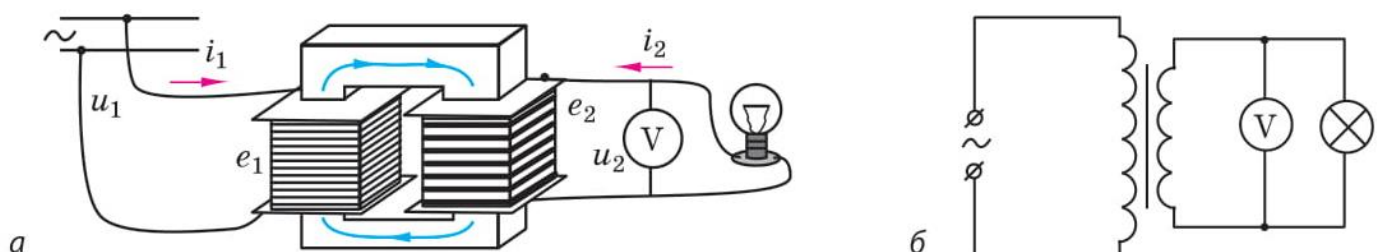

Рис. 21.3. Робота навантаженого трансформатора: а — схема установки; б — електрична схема
Якщо вторинну обмотку трансформатора замкнути на навантаження, то в ній виникне електричний струм (рис. 21.3). Цей струм спричинить зменшення магнітного потоку в осерді і, як наслідок, зменшення ЕРС самоіндукції в первинній обмотці. У результаті сила струму в первинній
- На рис. 21.3 зображено лампу, приєднану через трансформатор до мережі змінного струму. Який це трансформатор — підвищувальний чи знижувальний? Чому вторинна обмотка виготовлена з товщого дроту, ніж первинна?